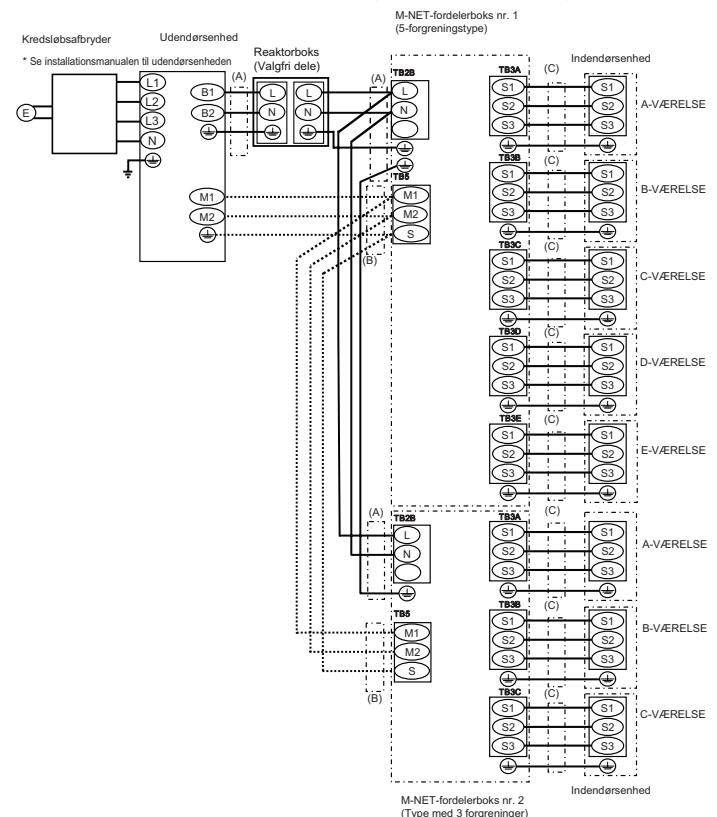
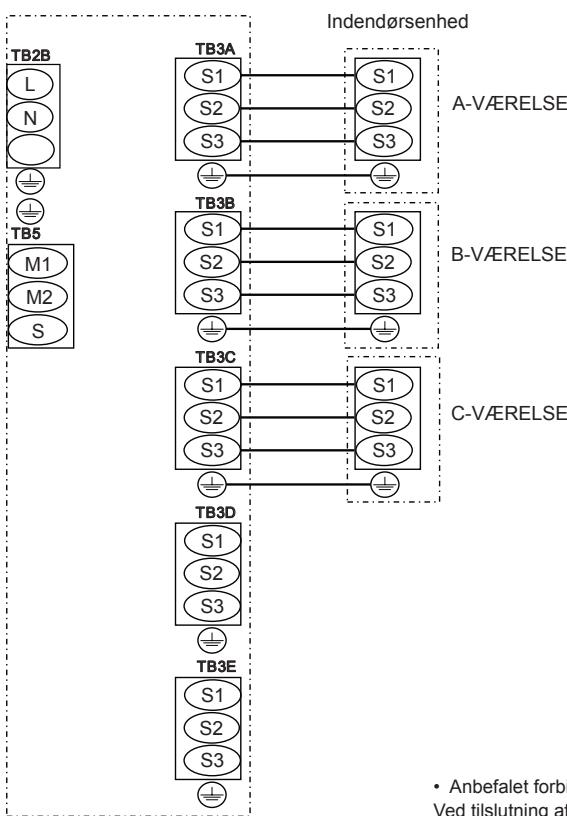

Fig. 8-8
Fig. 8-9
- 3. Fastgør hvert kabel til den korrekte klemrække. (Fig. 8-8)
8.2. Procedure for ekstern ledningsføring (Fig. 8-8, Fig 8-9)